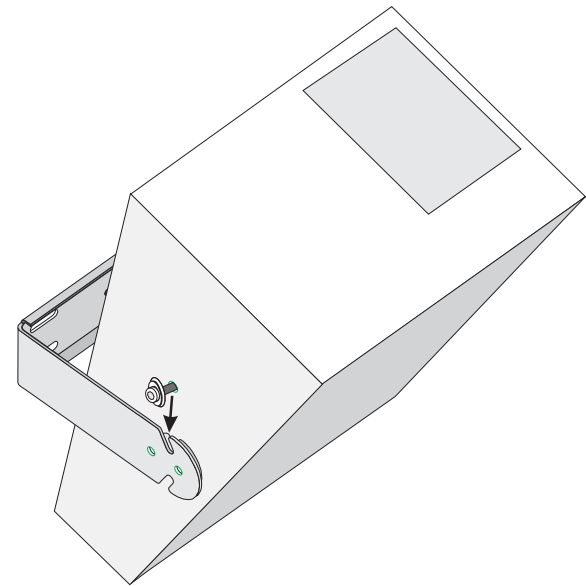

Figure 3- Installation du haut-parleur en utilisant des fentes ouvertes.
Étape 5a. Si les fentes larges sont utilisées, installer les vis de fixation, les rondelles et les rondelles d'arrêt fendues en serrant les vis de moitié. Soulever le haut-parleur pour le mettre en place et aligner les vis sur les fentes larges (Figure 3) ; fixer en position et serrer les vis à la main. Basculer le haut-parleur à l'angle désiré et bien serrer les vis. Pour une installation plus permanente, utilisez les trous de vis captives.